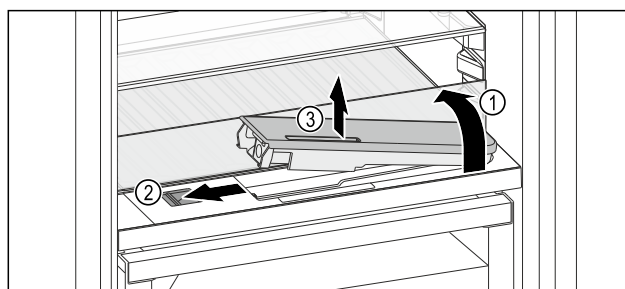

Fig. 129
- ▶ Glasplatte anheben und bis zum Anschlag nach hinten klappen Fig. 129 (1).
- ▶ Schieber Fig. 129 (2) nach links schieben.
- ▶ Wassertank entnehmen Fig. 129 (3).